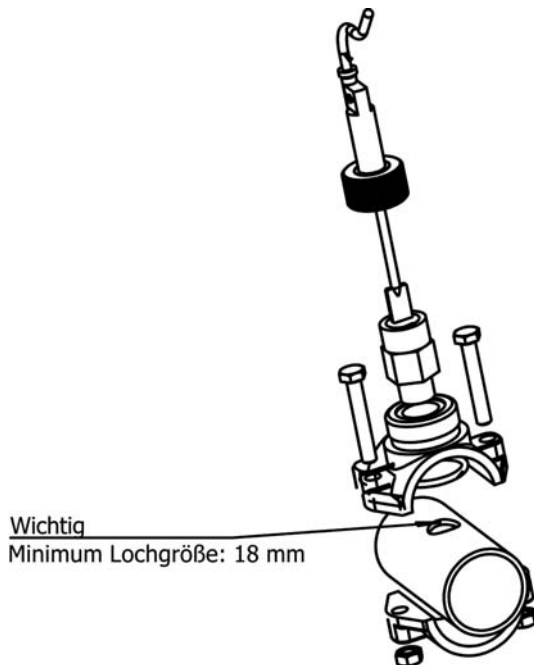

Abb. 14-1
1. Die zum Lieferumfang gehörende Quetschverschraubung an einem Teil der Rohrleitung anbringen, der sich am Eingang der Elektrolysezelle befindet. Die Manschette muss immer waagrecht zum Boden (siehe Abb. 14-1) angebracht werden.
2. Den zum Lieferumfang gehörenden Durchflussdetektor (Durchflussschalter) immer senkrecht an der Manschette (Abb. 14-1) anbringen.